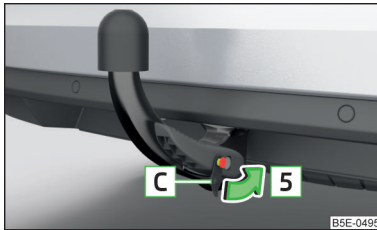

Fig. 191
- Placez le cache **C** sur le verrou dans le sens de la flèche **5** et enfoncez-le » fig. 191.